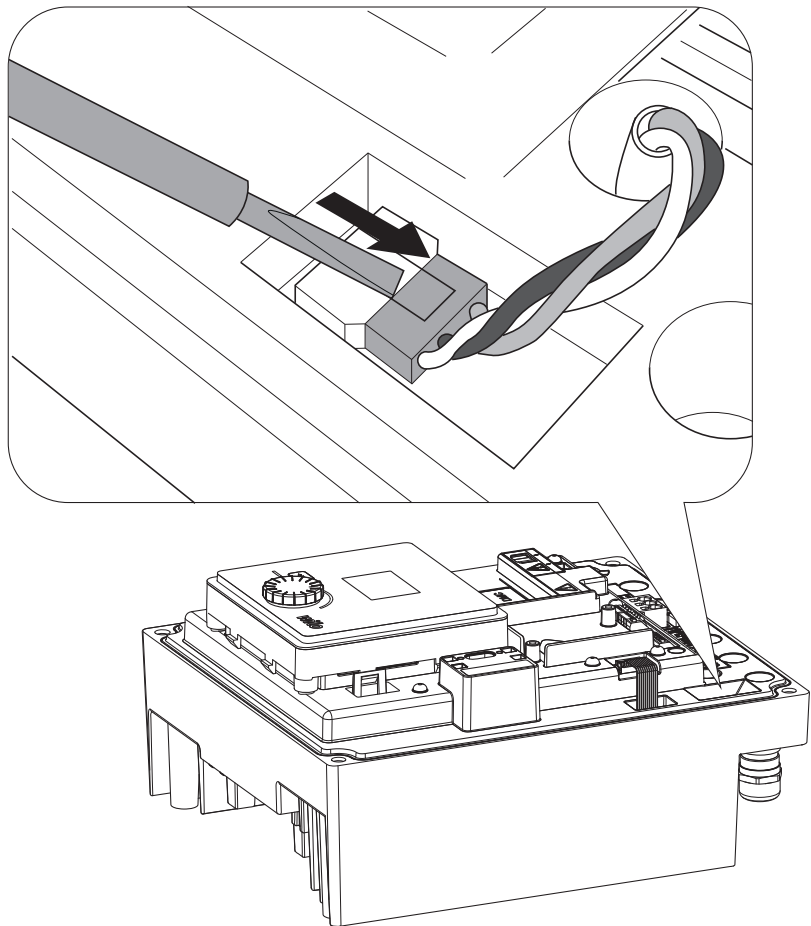

Fig. 46: Uvolnit přívodní kabel ventilátoru modulu
- Vytáhnout přívodní kabel ventilátoru modulu. (Fig. 46).